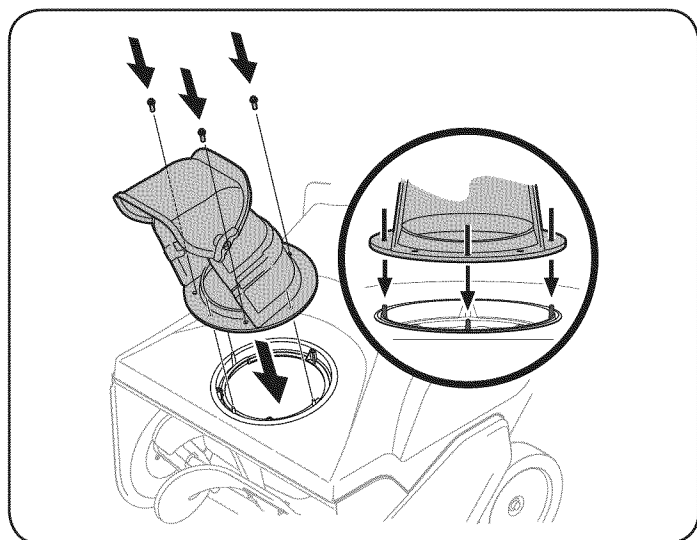

Figura 5
2. Alinee los orificios de la base del canal con los orificios del canal inferior y sujételo con los tornillos de cabeza hexagonal que extrajo anteriormente. Vea la Figura 5.